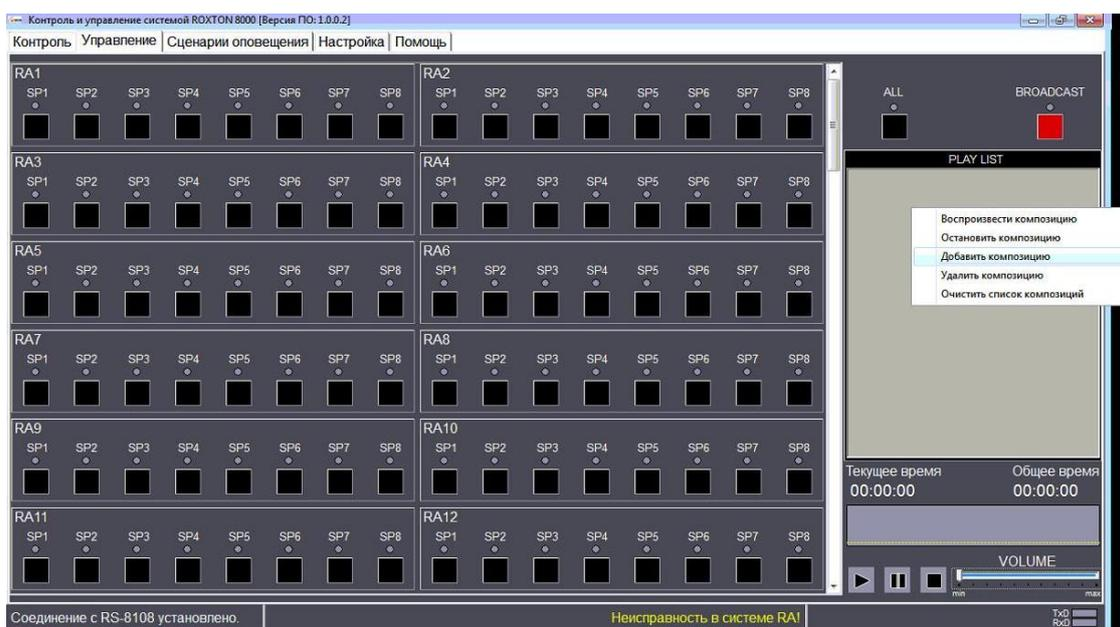

Рис.5.5. Внешний вид вкладки «УПРАВЛЕНИЕ».
- в открывшемся меню выбрать необходимую операцию, например, добавить композицию, рис.5.5.